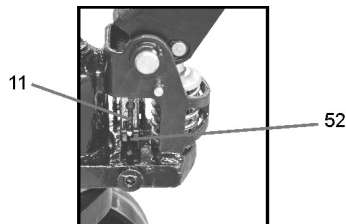

Fig. 5 – Encaixe da corrente
- c. Encaixe a ponta (pino roscado e porca "11") da corrente "10" na ranhura da haste de ajuste "52", conforme fig. 5;